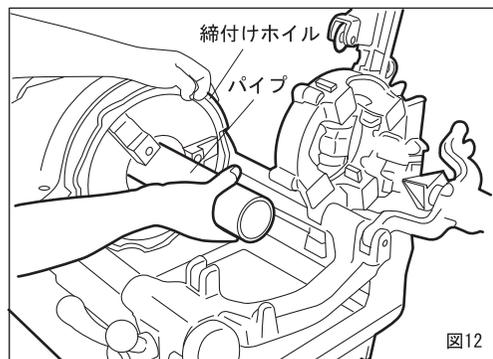

図12
6.パイプの取付け、取外し (図12)
- ① スクロールおよびチャックをパイプ径より大きく開き、パイプをスクロール側から差し込んでください。(短管の場合はチャック側から差し込みます。)
- ② スクロールを締めてから、右手でパイプを支え左手でチャックを軽く締めてパイプにチップをよくそわせてから強くパイプを締め付けます。
- ③ パイプの取外しは、反動をつけて締め付けホイールを逆方向に回せばチャックが緩みます。次にスクロールを緩めてパイプを取外してください。
■短管ねじ切りのパイプのつかみ方 (図12)